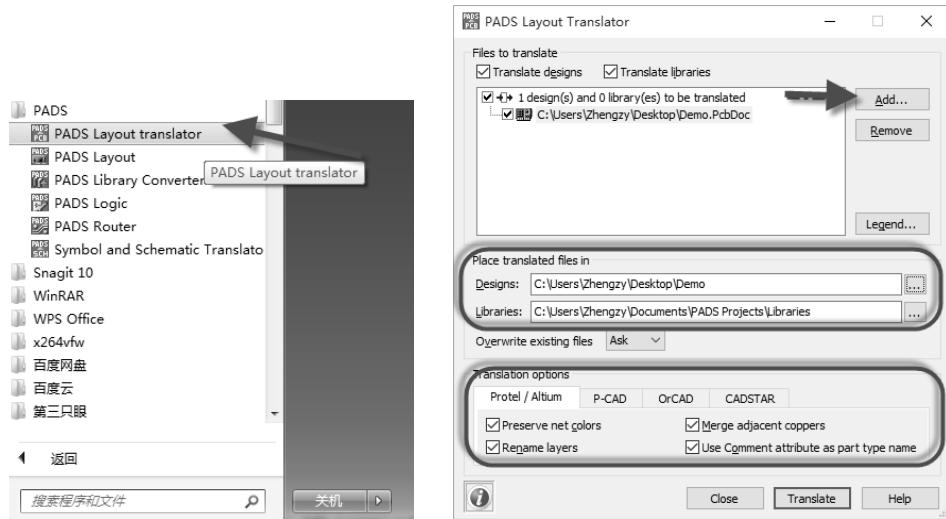
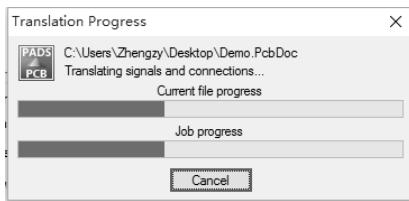

图 12-89 PADS Layout Translator 的进入及设置界面
图 12-90 文件转换进度
(1) 如图 12-89 中左图所示，利用 Windows 程序找到“PADS Layout translator”，进入如图 12-89 中右图所示的界面。
① 单击右侧的“Add”按钮，添加需要转换的 Altium Designer PCB。
② 在“Place translated files in”处设置好文件路径和库路径。
③ 在“Translation options”处选择“Protel/Altium”转换选项。
(2) 单击“Translate”按钮，开始转换，文件转换进度如图 12-90 所示。